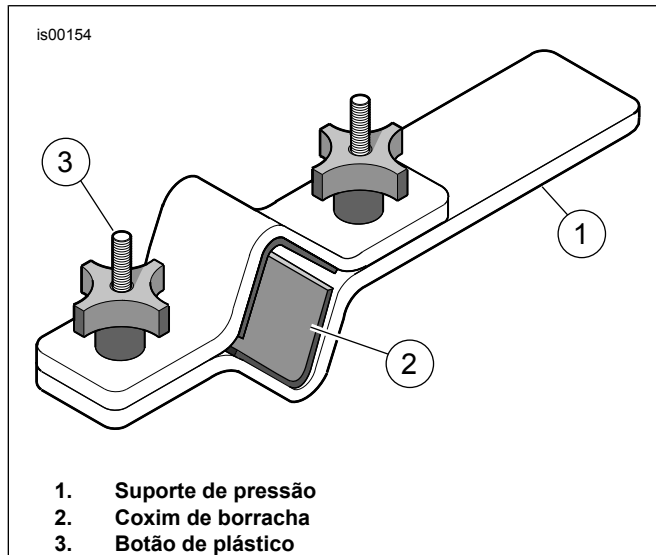

Figura 2. Suporte do tubo do garfo (HD-41177)
1. Veja a Figura 2. Pegue o SUPORTE DO TUBO DO GARFO (HD-41177).